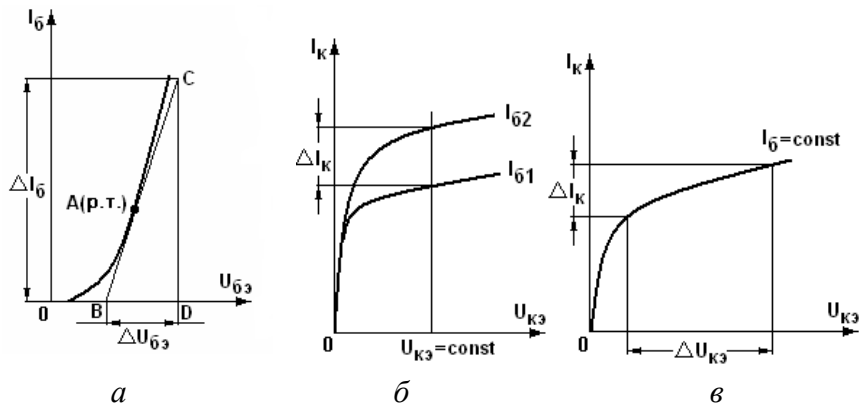

Рис. 4. Упрощенные ВАХ для расчета  $h$ -параметров
Для определения  $h_{11э}$  проводят через рабочую точку А (р. т) касательную к входной характеристике и строят треугольник ВСD (рис. 4, а). Тогда, согласно формуле (1),
Для определения  $h_{21э}$  семейство выходных характеристик вблизи р. т. А пересекают линией  $U_{кэ} = \text{const}$  (рис. 4, б), что соответствует короткому замыканию на выходе транзистора. Затем по формуле (3) рассчитывают  $h_{21э}$ , определив графически  $\Delta I_{к}$  и  $\Delta I_{б}$  как разность  $I_{б2} - I_{б1}$ .
Для определения  $h_{22э}$  выбирают из семейства выходную характеристику, снятую при  $I_{б \text{ р.т}}$  (рис. 4, в). Находят приращение тока коллектора  $\Delta I_{к}$ , вызванное приращением напряжения  $\Delta U_{кэ}$  на нем при постоянном токе базы, и по формуле (4) рассчитывают  $h_{22э}$ .